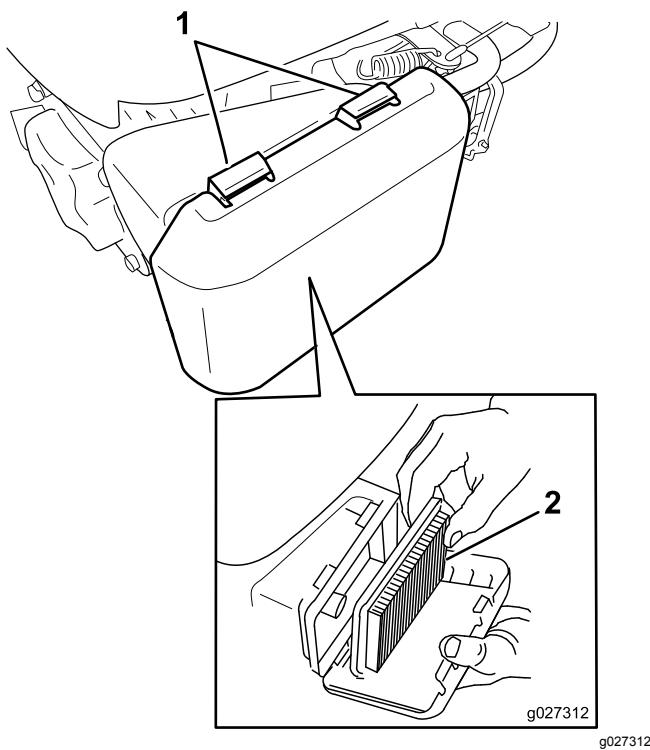

Figura 22
2. Presione hacia abajo los cierres de la parte superior de la tapa del filtro de aire (Figura 22).